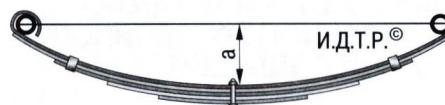

Рис. 7.6. Проверка прогиба задней основной и дополнительной рессор в свободном состоянии
13. Проверьте прогиб рессоры. Для этого сожмите рессору нагрузкой ( $750 \pm 15$ ) кгс. Натяните тонкую веревку или проволоку между центрами отверстий проушин рессоры и измерьте расстояние **a** (рис. 7.6) от верхней поверхности первого листа у центрального болта до натянутой веревки. Измеренное расстояние **a** должно быть не менее 47 мм для рессор из I группы и не менее 57 мм для рессор из II группы. Разность прогиба обеих рессор должна быть не более 10 мм.